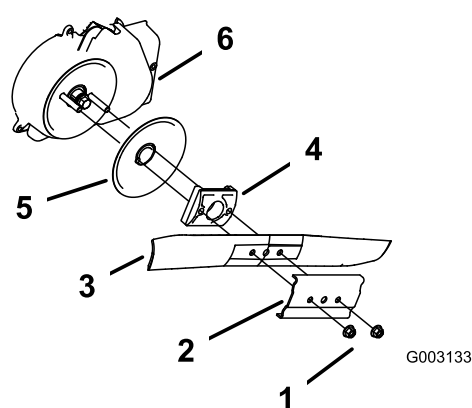

Figure 33
3. Retirez les 2 écrous de la lame et le renfort (Figure 33).
4. Déposez la lame (Figure 33).
5. Déposez le dispositif d'entraînement de la lame et le disque (Figure 33).
6. Déposez la protection de l'embrayage du frein de lame (Figure 33).
10. Reposez la lame et le renfort déposés précédemment (Figure 33).